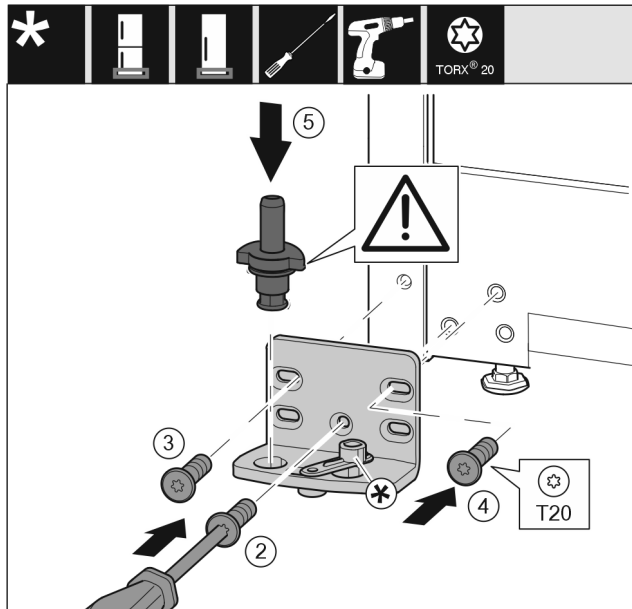

Fig. 21 *
- ▶ Helyezze fel a csapágybakot a másik oldalra, és csavarozza fel csavarhúzóval. Kezdje alul, a középső csavarral Fig. 21 (2).*
- ▶ Húzza meg a csavart Fig. 21 (3) és a csavart Fig. 21 (4).*
- ▶ Helyezze be teljesen a csapszeget Fig. 21 (5). Ügyeljen közben arra, hogy a reteszelő bütyök hátrafelé mutasson.*
- ▶ Helyezze fel a csapágybakot a másik oldalra, és csavarozza fel csavarhúzóval. Kezdje alul, a középső csavarral (2).*
- ▶ Húzza meg a csavart (3) és a csavart (4).*
- ▶ Helyezze be teljesen a csapszeget (5). Ügyeljen közben arra, hogy a reteszelő bütyök hátrafelé mutasson.*